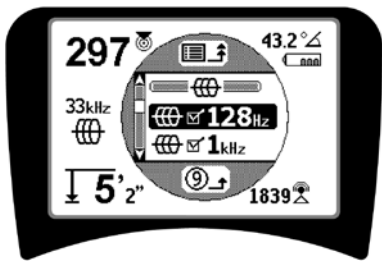

Figur 14: Utheving av en ønsket frekvens (128 Hz)
2. Bruk opp- og ned-tastene til å utheve den ønskede frekvensen (Figur 14). I dette eksempelet aktiverer operatøren en frekvens på 128 Hz.